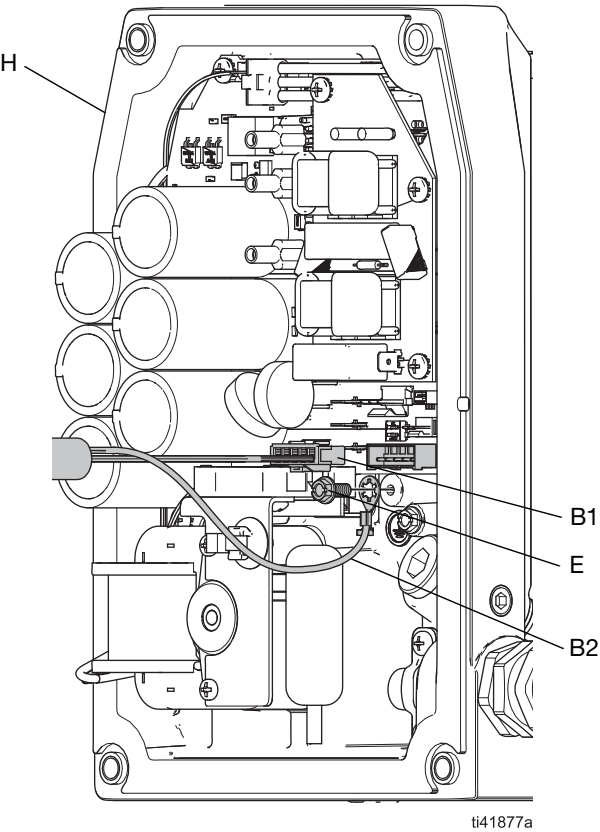

图 5：I/O 电缆线和 I/O 电缆地线连接
2. 卸下控制板盖 (427)。参见相关马达手册。请参见**相关手册**（第 2 页）。
3. 如果是首次安装 I/O 电缆，请从 I/O 端口 (G1) 中拔下插头 (G)。
4. 安装 I/O 电缆组件 (B)：
- b. 在电缆入口底座 (A) 的螺纹上涂抹螺纹密封剂，并将其旋紧固定在 I/O 端口 (G1) 中。
- c. 在控制盖 (F) 的背面，将 I/O 连接器 (B1) 和接地线 (B2) 穿过夹具底座 (C) 和锁紧螺母 (C2)。
- d. 将夹具底座 (C) 旋入端口 (G1) 的背面，并拧紧锁紧螺母 (C2) 以固定在盖的背面。
- e. 将一小段电缆护套定位于夹具底座 (C) 的夹持区域中央，并使用螺钉 (D) 将夹具 (C1) 固定到底座 (C) 上并拧紧。
- f. 牢牢拧紧管夹顶部紧固件 (D)。
5. 将 I/O 电缆接地线 (B2) 和接地紧固件 (E) 安装到控制器外壳 (H) 的孔中。紧固。请参见**连接控制板**，第 9 页。
6. 将 I/O 电缆 (B1) 上的插头连接到控制板上的插座。参见图 5。
7. 安装控制箱盖 (F)。参见相关马达手册。请参见**相关手册**（第 2 页）。
- 1. 将 I/O 电缆接地线 (B2) 和接地紧固件 (E) 安装到控制器外壳 (H) 的孔中。紧固。参见图 5。
- 2. 将 I/O 电缆 (B1) 上的插头连接到控制板上的插座。参见图 5。